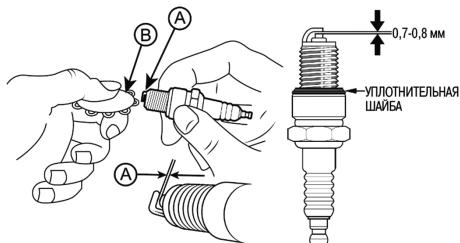

Рис. 23 Проверка зазора между электродами
4. Измерьте зазор А между электродами свечи зажигания специальным щупом В. Зазор А должен быть  $0,7-0,8$  мм (Рис. 23). При увеличении или уменьшении требуемого зазора, рекомендуется заменить свечу, так как регулировка зазора может привести к изменению качества искрообразования.